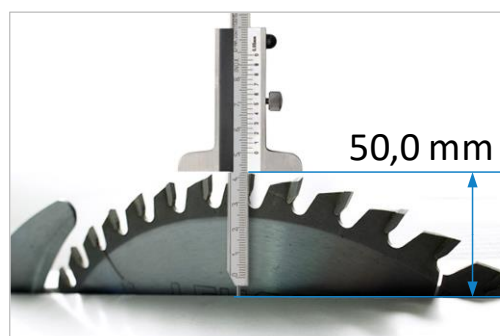

Abbildung 52: Sägeblatthöhe auf 50,0 mm einstellen
2. Stellen sie die Sägeblatthöhe mittels Werteeingabe oder Tippmodus (siehe Abschnitt ⇒ 18.1) und unter Verwendung eines geeigneten Messmittels (siehe ⇒ Abbildung 52) in die Position 50,0 mm.